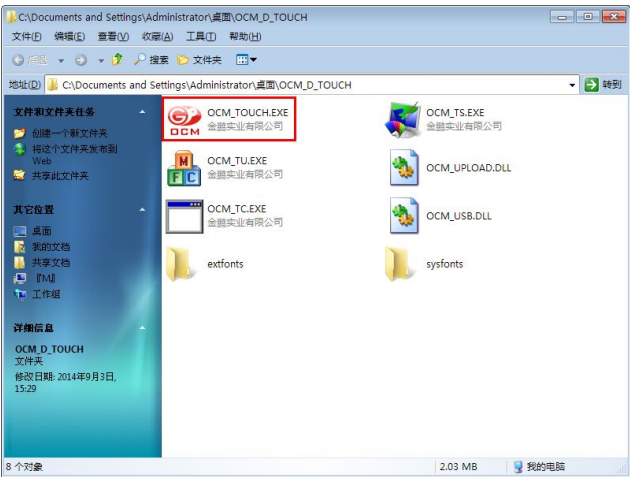

图 2.1
1.OCM_TOUCH.EXE 软件属于绿色软件，无需安装，双击打开文件目录下即可运行，如下图 2.1 所示。